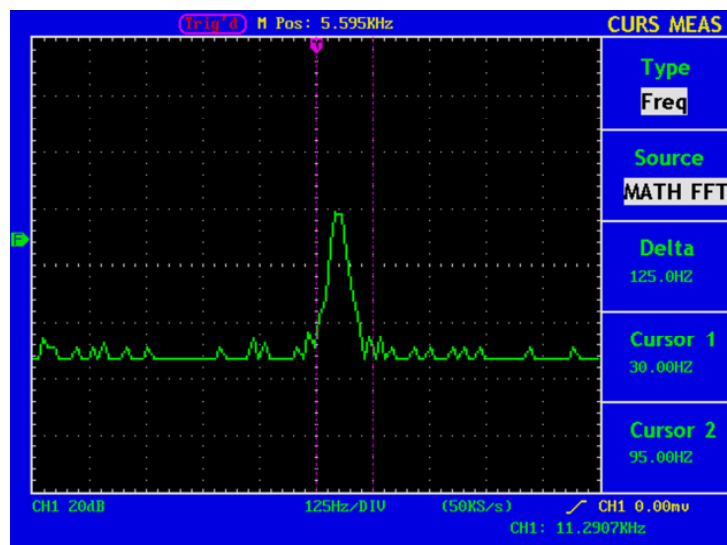

Abb. 72 Wellenform der Freq-Cursormessung
3. Stellen Sie die Positionen von **CURSOR1** und **CURSOR2** entsprechend der zu messenden Wellenform ein; es erscheinen dann Periode und Frequenz von Cursor 1 und Cursor 2 im Fenster. Die aktuelle Position von Cursor 1 wird unter Cursor1, die von Cursor 2 unter Cursor2 angezeigt (siehe Abb. 72).